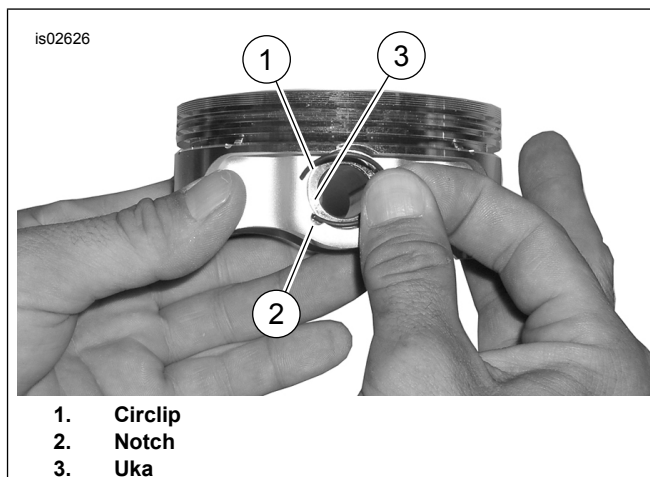

Figure 2. Circlip at Piston (generic piston ang ipinakikita)
1. Tingnan ang Figure 2 . Isingit ang bukas na dulo ng circlip (1) sa kutab (3) na nasa uka (2) sa palibot ng piston pin boss nang sa gayon ay nasa posisyong 12:00 o 6:00 ang puwang kapag ikinabit.